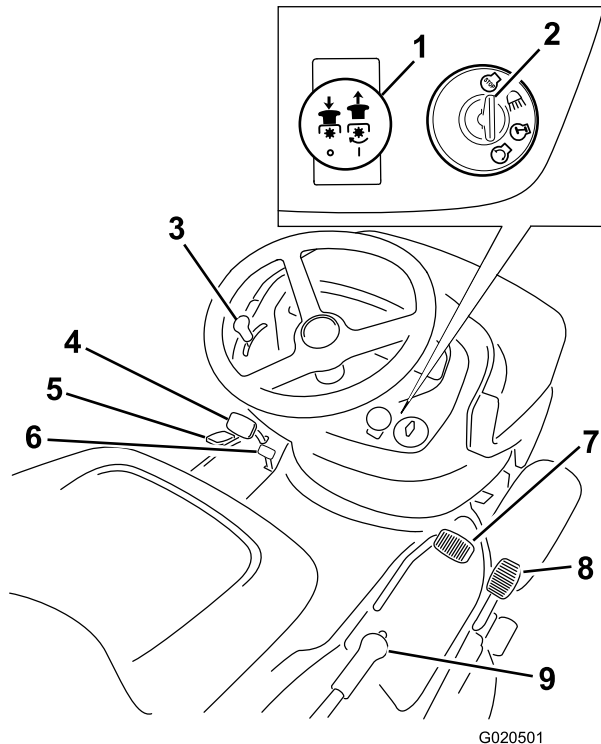

Figura 4
Prima di avviare il motore e di utilizzare la macchina, familiarizzate con i comandi (Figura 4).
1. Premete e tenete premuto il pedale del freno (Figura 4).
1. Premete il pedale del freno (Figura 4).
2. Innestare il comando delle lame (PDF) estraendo la manopola in posizione Engaged (Figura 4).
2. Inserite la manopola di comando delle lame (PDF) in posizione di disinnesto (Figura 4).
4. Disinnestate le lame (PDF); vedere Figura 4.